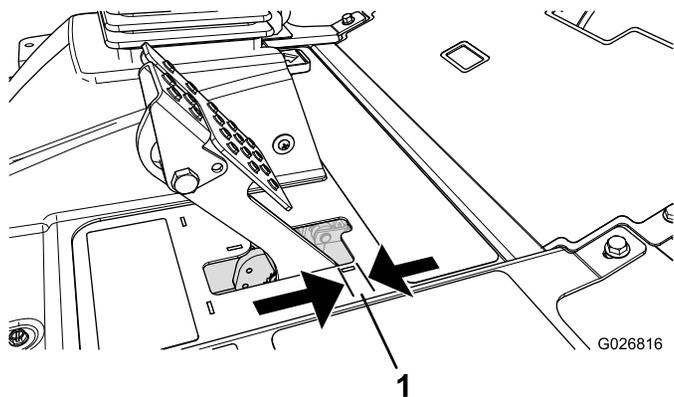

图67
当刹车踏板的自由行程（图67）超过 2.5cm 时，或需要施加更大保持力时，应调节刹车。自由行程是您感到刹车阻力之前，刹车踏板移动的距离。
2. 紧固后螺母，向后移动拉线，直到刹车踏板的自由行程（图67）达到 6.3~12.7mm，然后锁定车轮。